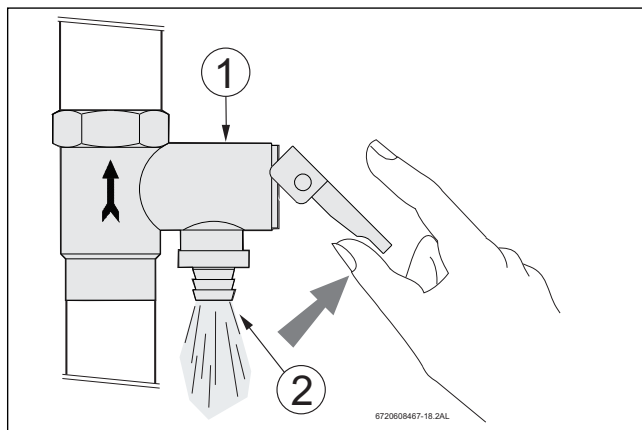

Fig. 21 Esvaziamento do termoacumulador
- ▶ Abrir a válvula de segurança (ver Fig. 21).
- ▶ Abrir manualmente a válvula de segurança pelo menos uma vez por mês (ver Fig. 21).
- ▶ Fechar a válvula de corte, abrir uma torneira de água quente e actuar a válvula de segurança, ver Fig. 21 .